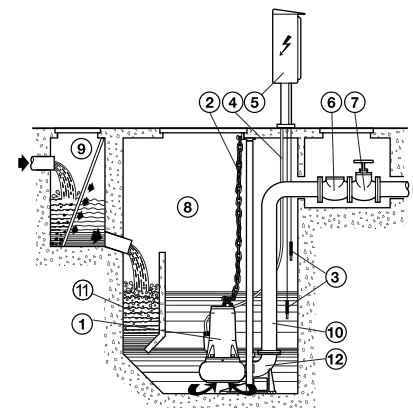

Fig. 6
- fixe avec l'électropompe positionnée sur le pied d'accouplement fixé sur le fond du puisard ou de la bêche (fig.6)
### 5.2.2 INSTALLATION FIXE AVEC ACCOUPLEMENT AUTOMATIQUE SUR PIED D'ACCOUPLEMENT (Fig.6)